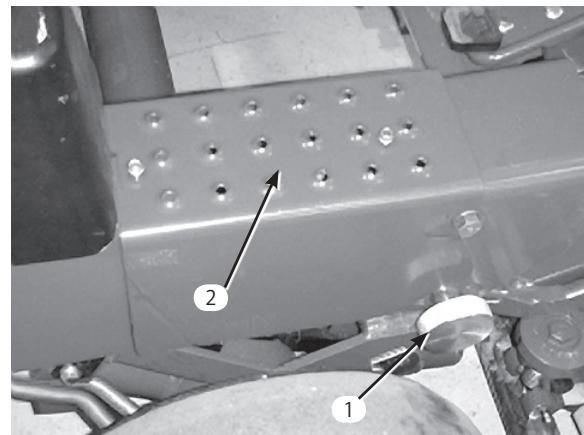

図6
5. ハンドルアームを立てる。固定用ノブとコッター・ピンとで固定する(図6)。
6. 右側ステップをフレームに取り付ける(セルフタップ・ネジ2本:図6)。